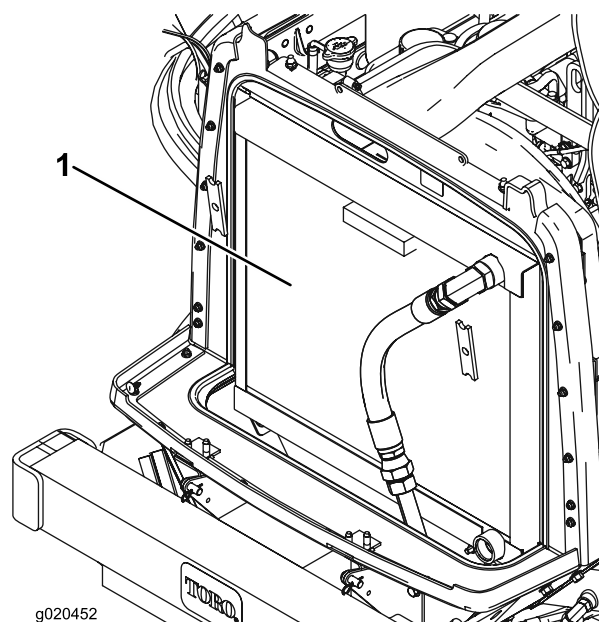

Рисунок 68
3. Тщательно очистите сжатым воздухом область с обеих сторон радиатора и маслоохладителя (Рисунок 68).